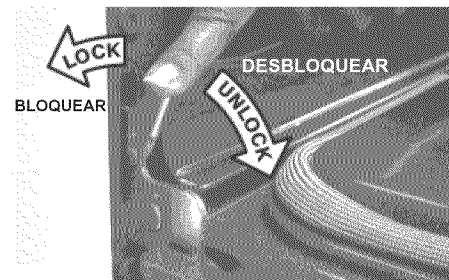

Fig. 2
2. Tire de los bloqueos de ambas bisagras (izquierda y derecha) hacia abajo desde el marco del horno completamente hacia la puerta del horno (vea la Fig. 2). Es posible que necesite una herramienta como un destornillador pequeño de cabeza plana.
4. Empuje los bloqueos de las bisagras izquierda y derecha hacia arriba y hacia el interior del marco del horno (vea la Fig. 2) a su posición bloqueada.